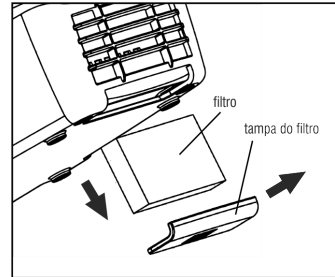

Fig. 10 - Filtro
- O usuário deve, frequentemente, verificar as condições do filtro que se encontra na parte frontal do compartimento do motor, Fig 10. A boa condição do filtro influencia diretamente no rendimento do equipamento. Para substituí-lo é simples, basta puxar a tampa do filtro e retirar o filtro conforme mostra a Fig. 10. Para instalar colocar um novo filtro e fechar a tampa do filtro.